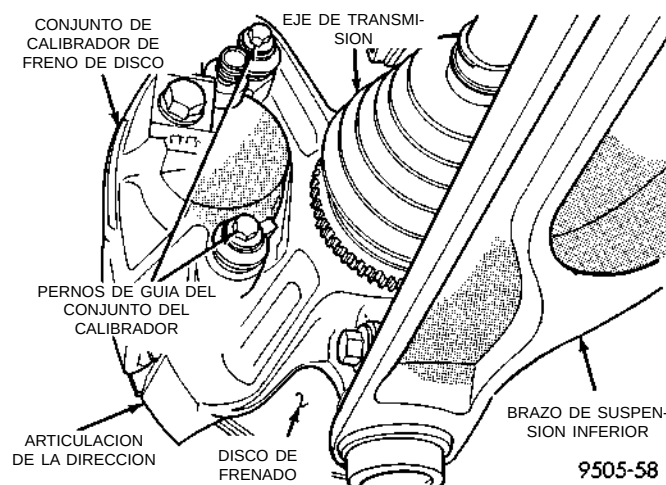

Fig. 54 Pernos de guía del calibrador
(1) Eleve el vehículo sobre gatos fijos o céntralo sobre un elevador. Consulte el procedimiento de elevación necesario para este vehículo en Elevación de la sección de Lubricación y mantenimiento de este manual de servicio.
(2) Retire del vehículo los conjuntos de rueda y neumático delanteros.
(3) Retire los 2 pernos de guía que fijan el calibrador a la articulación de la dirección (Fig. 54).
(5) Instale los pernos de guía del calibrador y apriételos con una torsión de 18 a 20 N·m (192 lbs. pulg.) (Fig. 54). **Debe tenerse extremo cuidado de no cruzar los hilos de rosca de los pernos de guía del calibrador.**
(6) Instale el conjunto de rueda y neumático.
(7) Apriete las tuercas de los pernos espárrago de instalación de la rueda en la secuencia adecuada hasta que todas estén con la mitad de torsión de la especificación. Después repita la secuencia de ajuste hasta que complete la especificación total de 135 N·m. (100 lbs. pie).
(8) Retire los gatos fijos o baje el elevador. **Antes de mover el vehículo, bombee varias veces el pedal de freno, para asegurarse de que éste está firme.**
(9) Pruebe el vehículo en la carretera y efectúe varias paradas para desgastar cualquier material extraño presente en los frenos y asentar las pastillas de freno.